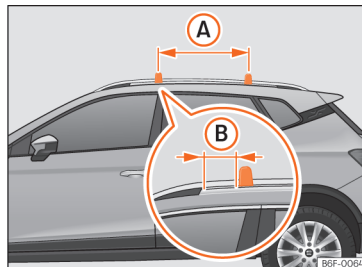

Fig. 114 Pontos de fixação das barras longitudinais para a bagageira do tejadilho.
As barras transversais montam-se nas barras laterais do tejadilho. A distância entre barras transversais » Fig. 114 (A) deverá ser 75 cm e